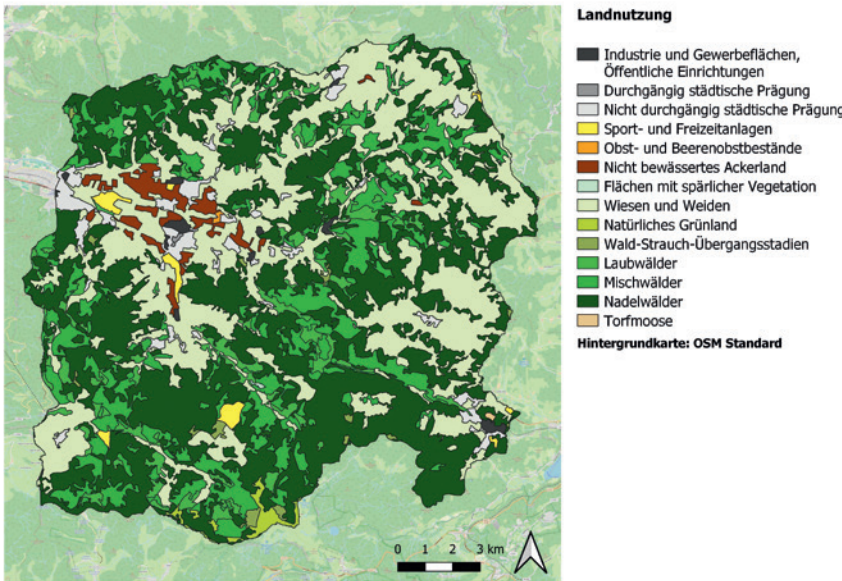

Abb. 4: Landnutzungsdaten aus dem EU-Projekt CORINE Land Cover (2018)
spielsweise von CORINE Land Cover (EU) (Abb. 4) und OpenStreetMap als geeignete und schnell zugängliche Informationsquelle herausgestellt. Diese weisen im Vergleich zu kostenpflichtigen Datensätzen einen geringeren, aber hinreichend guten Detailgrad für die Flächennutzung auf und halten Beschaffungsaufwand und -dauer gering.